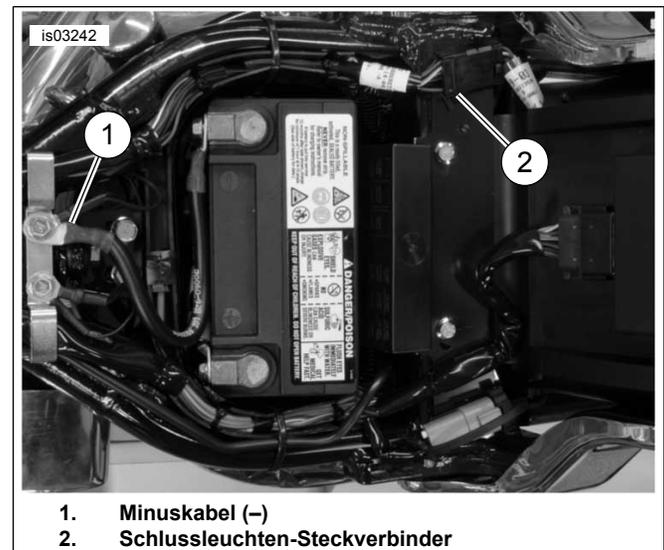

Abbildung 1. Batterieminuskabel und Schlussleuchtensteckverbinder
2. Siehe Abbildung 1. Die Batteriekabel, Minuskabel (-) zuerst, abklemmen.